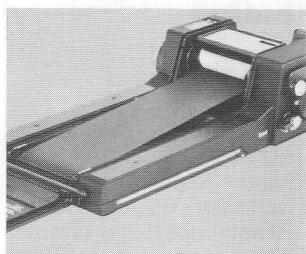

Fig. 7
3.5. Papierzug in Aufwickelspule (2) einfädeln. Resetknopf (22) drücken. Papierzug mit Transporthebel (14) locker aufwickeln (Fig. 7). Film darf nur **leicht** gespannt sein!
3.5. Thread the backing paper into the take-up spool slit (2). Press the reset button (22). Operate the transport lever (14) to wind-up the backing paper moderately (fig. 7). The film should be stretched only **gently!**
3.5. Introduire l'amorce en papier dans la bobine d'enroulement (2). Appuyer sur le bouton de remise à zéro (22). Enrouler au moyen du levier d'avancement du film (14) (fig. 7). L'amorce ne doit être que **légèrement** tendue!